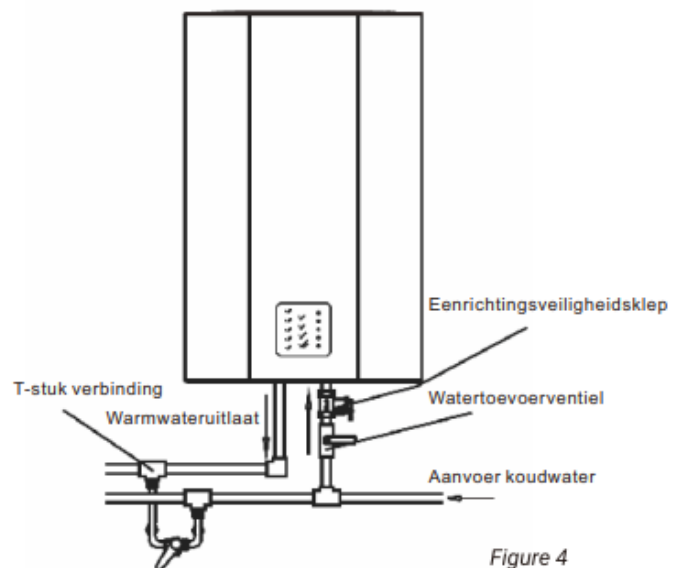

Figure 4
- 8) Wenn Benutzer eine Mehrkanal-Wasserversorgung wünschen, können sie die Wasserleitung gemäß Abbildung 4 anschließen.